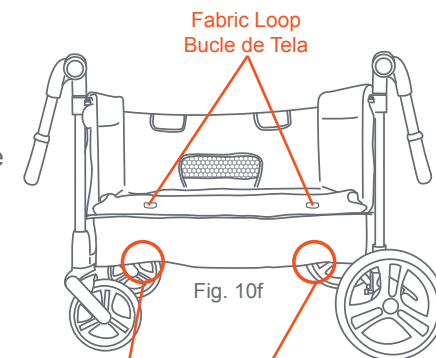

Fig. 10f
- Locate the hook-and-loops under the wagon's skirt (Fig. 10f). Then unhook the hook-and-loop (1).
- Fasten the inner strap to the bar on the wagon (2).
- Thread the hook-and-loop into the fabric loop on the inside of the wagon fabric (3).
- Return back to the bar originally under the skirt, pull the hook-and-loops tightly around the wagon bar (4) and fasten it and check to make sure the gap between the dropped bar and mat is closed (5).
- Ubique los ganchos y bucles debajo del faldón del vagón (Fig. 10f). Luego desenganche el gancho y bucle (1).
- Fije la correa interior a la barra del vagón (2).
- Pase el gancho y bucle por el bucle de tela en el interior de la tela del vagón (3).
- Regrese a la barra que originalmente estaba debajo de la falda, tire de los ganchos y bucles firmemente alrededor de la barra del vagón (4) y fíjela y verifique que el espacio entre la barra caída y la alfombra esté cerrado (5).